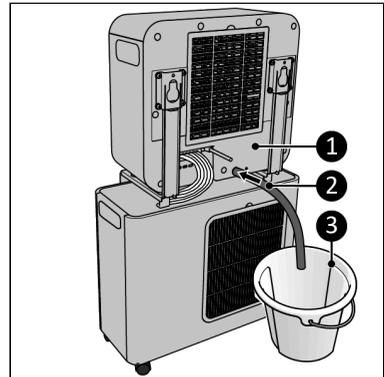

Abbildung 57.
7. Schließen Sie den Kondenswasser-Ablaufschlauch (Abbildung 57, Pos. 2) an der Rückseite des Innengeräts (Abbildung 57, Pos. 1) an.
8. Führen Sie den Kondenswasser-Ablaufschlauch (Abbildung 57, Pos. 2) in einen Eimer (Abbildung 57, Pos. 3).
2. Der Kondenswasser-Abflauschlauch (Abbildung 57, Pos. 2) muss an der Rückseite des Innengeräts angeschlossen und in einen Eimer (Abbildung 57, Pos. 3) geleitet werden.